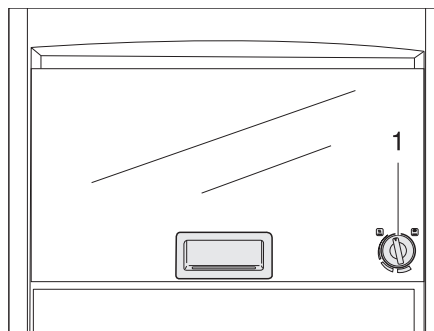

Bild 327 Gasbackofen (Dometic)
- Den Drehregler (Bild 327,1) leicht drücken und nach links auf eine beliebige Position drehen.
- Den Drehregler (Bild 327,1) auf "O" drehen. Die Flamme erlischt.